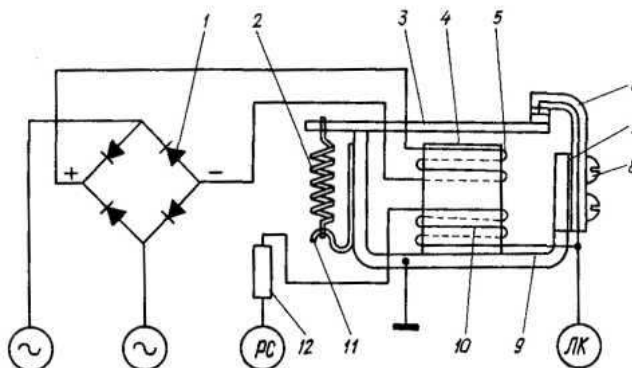

Рис. 208. Схема реле блокировки РБ1-10:
Реле блокировки (рис. 208) предназначено для автоматического выключения стартера на минимальных оборотах двигателя после его пуска, а также для предохранения стартера от случайного включения при работающем двигателе, чем обеспечивается долговечность работы стартера и венца маховика двигателя. Реле работает совместно с генератором и дополнительным реле стартера (схема соединений генератора с реле блокировки показана на рис. 203, дополнительное реле стартера показано на рис. 218).
Подключённый к двум фазным выводам генератора (рис. 208) выпрямительный мост реле из диодов 1 питает постоянным током основную обмотку 5 катушки реле. В рабочем диапазоне оборотов двигателя (генератора) контакты реле постоянно разомкнуты. Через контакты реле проходит цепь питания дополнительного реле стартера с подсоединением на клемме ЛК, а также цепь питания вспомогательной обмотки реле с подсоединением на клемме РС.
- откройте крышку и проверьте зазор между якорем 3 (рис. 208) и сердечником 4, который должен быть 0,35...0,45 мм. Этот зазор регулируйте путём перемещения стойки 6 с неподвижным контактом при отпущенных винтах 8;